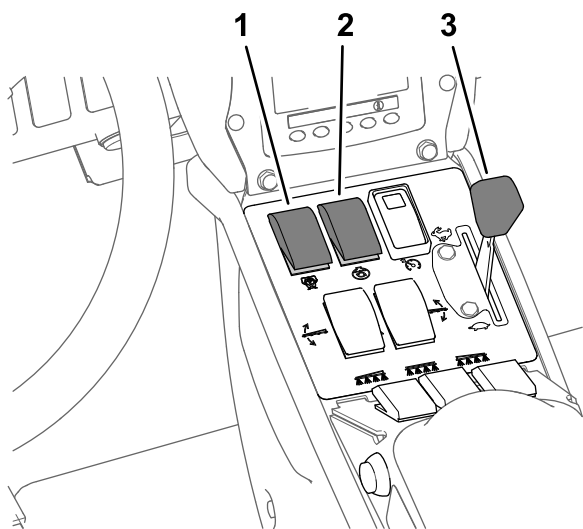

Bild 31
8. Stellen Sie den Rührwerk- und Sprühpumpenschalter in die EIN-Stellung (Bild 31).
9. Stellen Sie die Gasbedienung in die SCHNELL-Stellung (Bild 31).
Hinweis: In diesem Schritt wird vorausgesetzt, dass die Sprühpumpe eingeschaltet ist, siehe Bild 31 in Sprühen im Dosierungsmodus \(Seite 35\).
4. Stellen Sie die Gasbedienung auf die gewünschte Motordrehzahl, siehe Bild 31 in Sprühen im Dosierungsmodus \(Seite 35\).